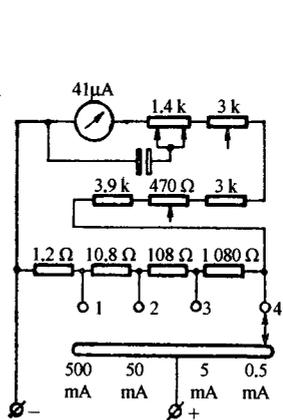

图 1-75 多量程的直流电流表
② 线路。万用表实际上是由多量程的直流电流表、多量程的直流电压表、多量程的交流电压表和多量程的欧姆表组成，分别如图 1-75~1-78 所示。
③ 转换开关。万用表的电流、电压和电阻以及它们的量程选择，是靠转换开关实现的。转换开关有称为“掷”的固定接触点，如图中的小圆圈所示，有称为“刀”的活动接触点，如图中的双向箭头所示。
a. 当刀转到 1~4 的位置，分别测量 0~500 mA、0~50 mA、0~5 mA、0~0.5 mA 的直流电流（见图 1-75）。